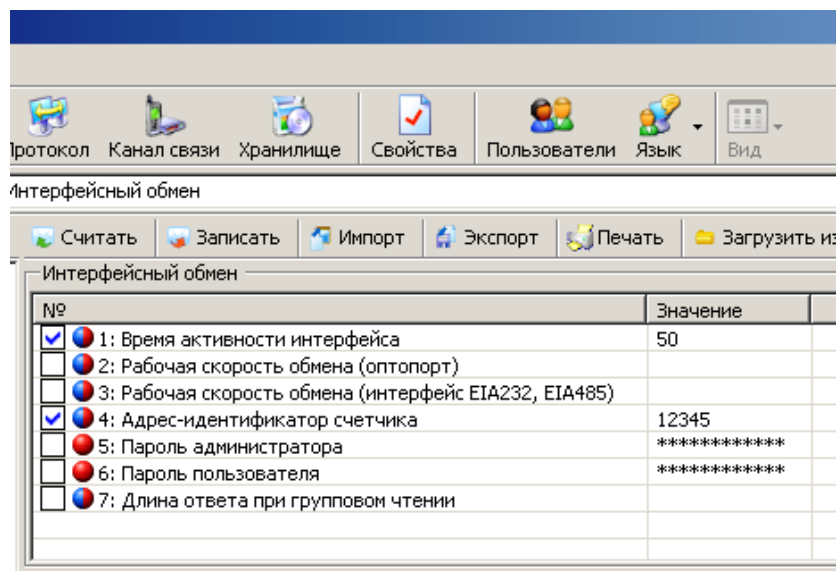

Рисунок 3.4 Интерфейсный обмен
3.8.5 Чтением параметра «время активности интерфейса» убедиться, что его значение равно 50 с. (см. рисунок 3.4).
3.8.6 Чтением параметра «адрес-идентификатор счетчика» (см. рисунок 3.4) убедиться, что его значение равно 5 последним цифрам серийного номера, без нулей перед значащими цифрами, т.е. если 5 последних цифры заводского номера имеют вид «00001», то идентификатор равен «1».